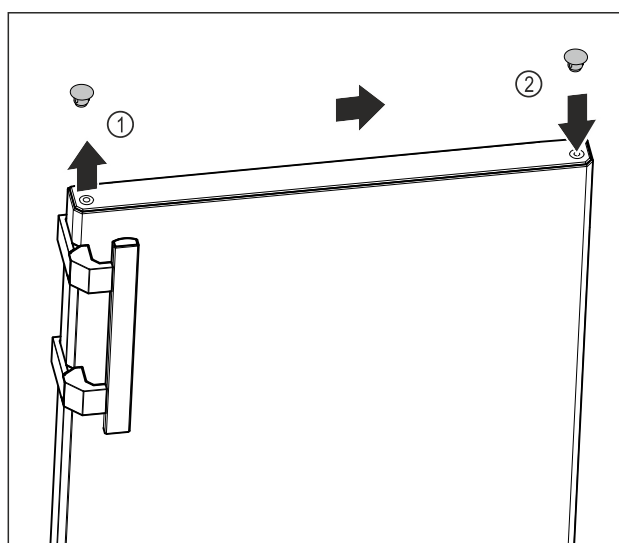

Fig. 17
- ▶ Levantar con cuidado el tapón de la tapa del lado superior de la puerta Fig. 17 (1) con el destornillador plano.
- ▶ Insertar el tapón de la tapa en el lado opuesto. Fig. 17 (2)